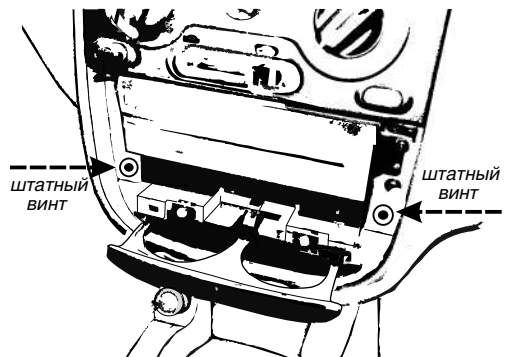

Рис. 25
2. Выкрутите штатные винты крепления перчаточного ящика, винты расположены по бокам от ящика, рис. 25.